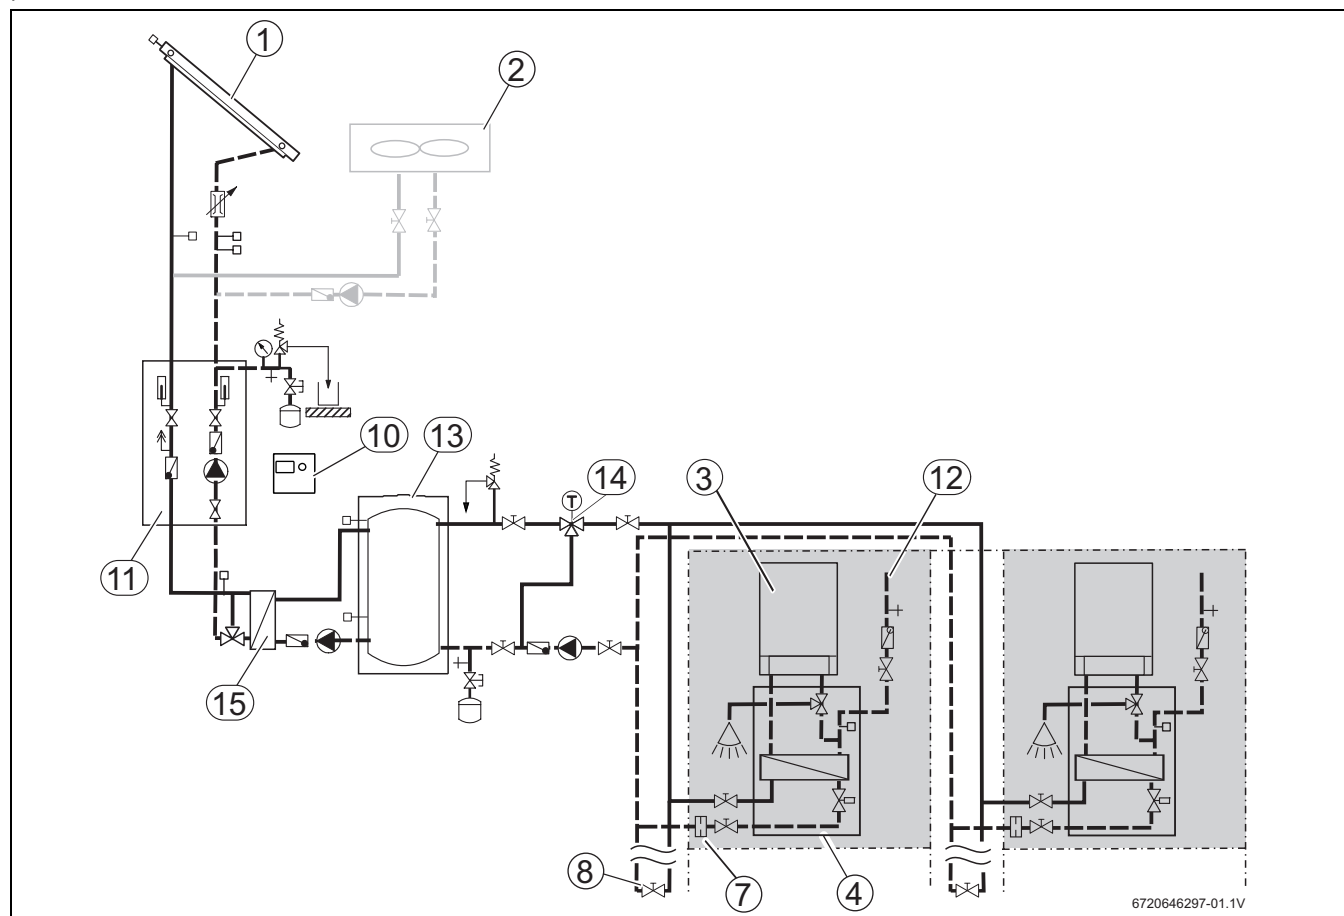

Fig. 1 Sistema equipado com Solarbox com válvula misturadora termostática
- ▶ Montar os componentes conforme as descrições do sistema (→ fig. 1) e a documentação de planeamento.
- ▶ **Espanha:** Conforme a CTE, é possível instalar um dissipador de calor de emergência, no local de instalação, para descarregar a energia excedente (→ fig. 1).
- ▶ Montar uma válvula anti-retorno depois de cada bomba, de modo a evitar erros no sentido da circulação (→ fig. 1).